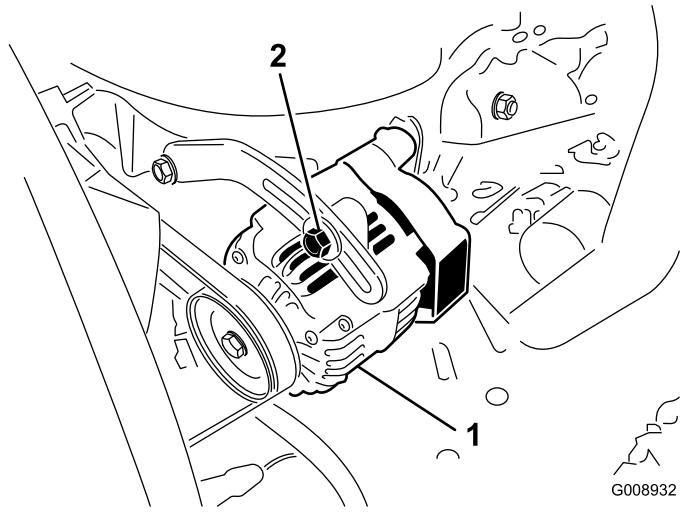

Figure 61
2. Si vous n'obtenez pas une flèche de 10 mm ( $\frac{3}{8}$  po), desserrez les boulons de fixation de l'alternateur (Figure 61).